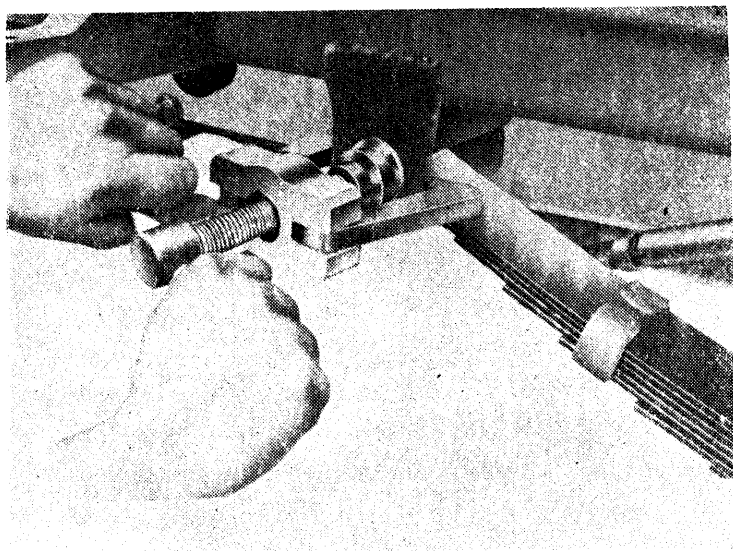

Abb. 126. Einbau des Federbolzens der vorderen Feder mit Hilfe der Vorrichtung S-61.
11.2.2. ANBAU DER HINTEREN FEDER (Abb. 126).